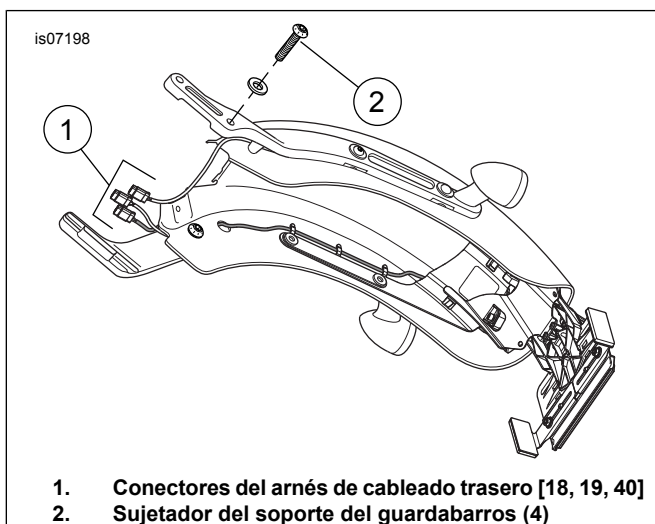

Figura 1. Guardabarros trasero
- Vea Figura 1. Cuidadosamente coloque el guardabarros en su posición.
- Instale los sujetadores del soporte del guardabarros (2). Apriete los sujetadores a un par de torsión inicial de 40,7–47,5 N·m (30–35 ft-lbs). Afloje los sujetadores y apriete finalmente a 51,5–56,9 N·m (38–42 ft-lbs).
- Conecte los tres conectores del arnés de cableado trasero [18, 19, 40] (1).